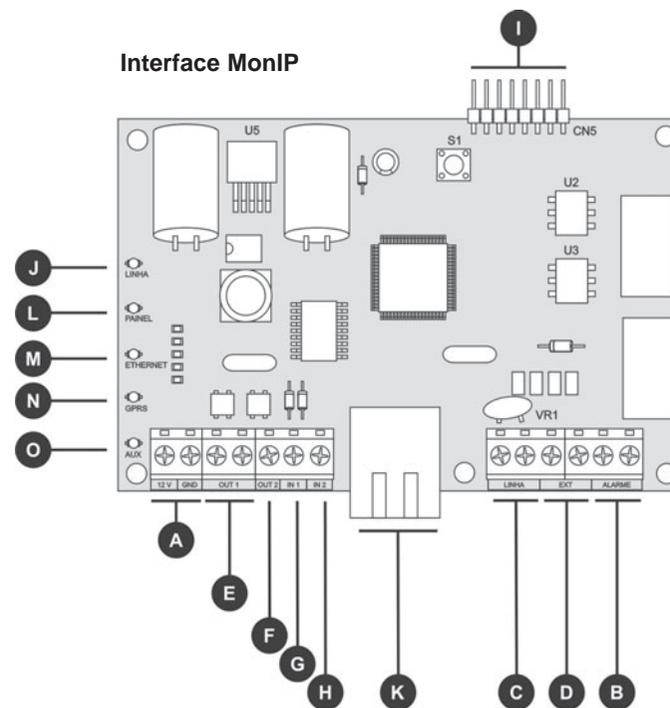

FIGURA 1
- A (figura 1 na pág. 05) - É onde devemos alimentar a interface pela bateria do painel de Alarme.
- B (figura 1 na pág. 05) - É onde devemos estabelecer a comunicação do painel de Alarme com a interface.
C (figura 1 na pág. 05) - Local onde se deve conectar a linha telefônica que normalmente ficava instalada no painel de alarme, pois a interface possui um confiável e garantido Detector de Linha Telefônica, onde a mesma passará a “MONITORAR” em todo o momento ficando mais seguro o sistema de detecção de Linha.
Para obtermos uma maior segurança, no ponto **D** (figura 1 na pág. 05) devem-se ligar as extensões de aparelhos telefônicos. Só assim a interface terá total controle sobre a Linha Telefônica.
E (figura 1 na pág. 05) - Essa saída pode ser programada como NA (contatos abertos) ou NF (contatos fechados), e tem o seu estado invertido sempre que houver a conexão ou desconexão da interface junto ao software receptor. Pode ser utilizada também como saída para supervisão do painel de alarme, ou seja, tem o seu estado invertido sempre que houver um estouro do tempo programado para tal supervisão. É possível também programar qual o código do evento que irá validar a supervisão do painel, ou seja, sempre que houver o estouro do tempo, o evento programado
F (figura 1 na pág. 05) - Essa saída pode ser configurada para ser gerada como retenção ou pulso.
G e H (figura 1 na pág. 05) - Entradas com eventos programáveis para diversas utilizações.
I (figura 1 na pág. 05) - Conexão para placa GPRS MonIP.